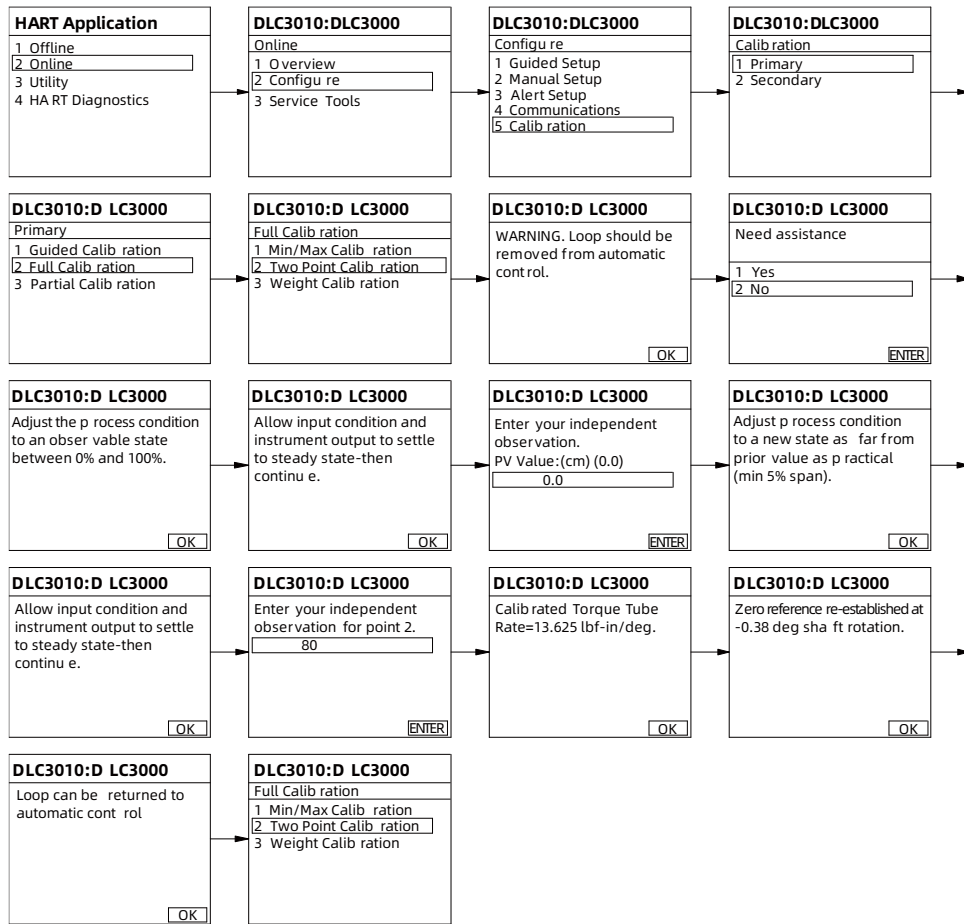

图 12
2) 两点校验法: 将内筒挂在杠杆上, 操作手操器, 进入 HART。选择菜单 2 (Online) → 2 (Configure) → 5 (Calibration) → 1 (Primary) → 2 (Full Calibration) → 2 (Two Point Calibration) → 点击 OK → 选择 NO, 按 ENTER → 调整液位至 0 点, 点击 OK → 输入液位值 0.0, 点击 ENTER → 在此界面调整液位至 100%, 调整好后按 OK → 输入液位值 (例 800mm), 点击 ENTER → 点击 OK → 2 (Two Point Calibration), 设置完成 (图 12, 菜单间转换按手操器右键)。